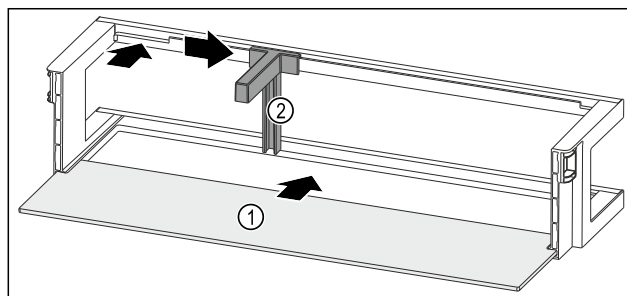

Fig. 166 Дверная полка со съемной полкой
- ▶ Вдвиньте съемную полку Fig. 166 (1) в боковые пазы.
- ▶ Установите держатель для бутылок Fig. 166 (2) в выемку.
- ▶ Сместите держатель для бутылок Fig. 166 (2) в нужное положение в сторону.